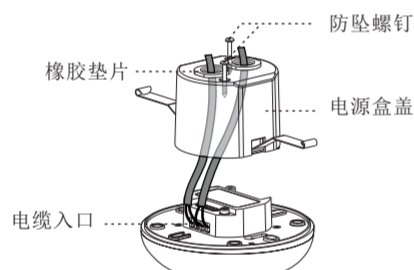

图 11
4.4.2.2 使用螺丝刀弄破电源盒盖上的橡胶垫片，然后在缺口处插入电缆（见图 11）。